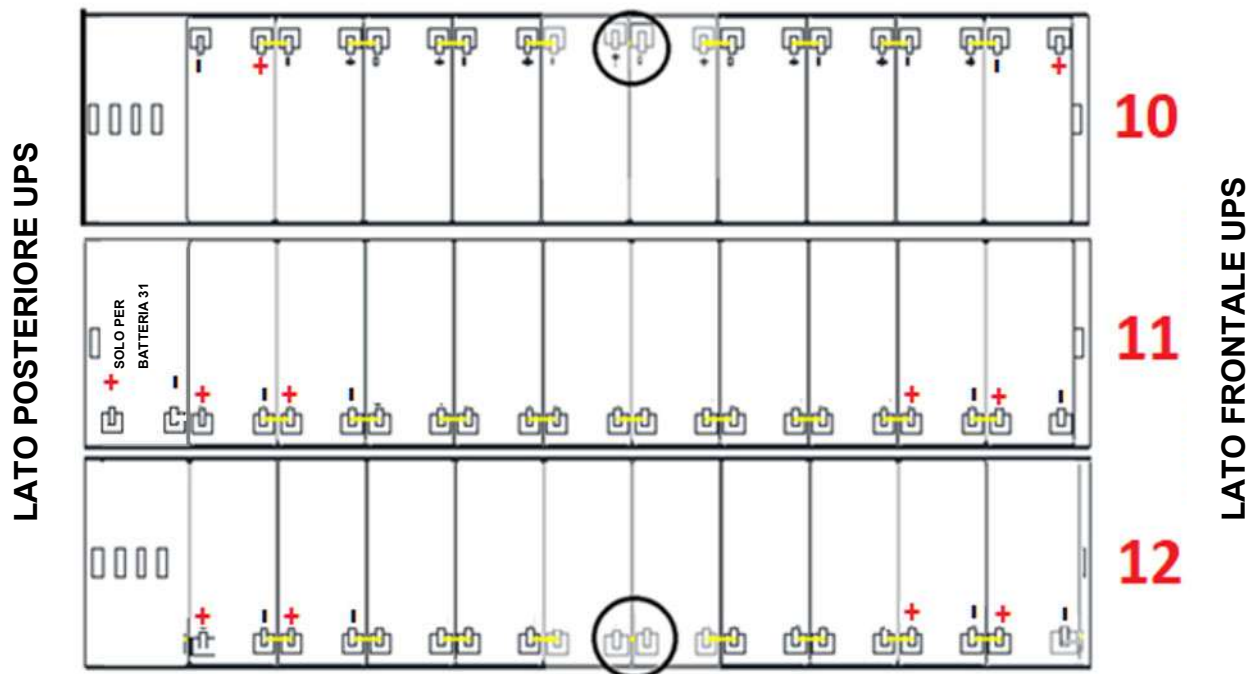

Figura 18 - Vista dall'alto Piano N°4
11) Sul Piano n°4 inserire i cassetti n°10-11-12 rispettando la posizione come dimostrato in figura 18.